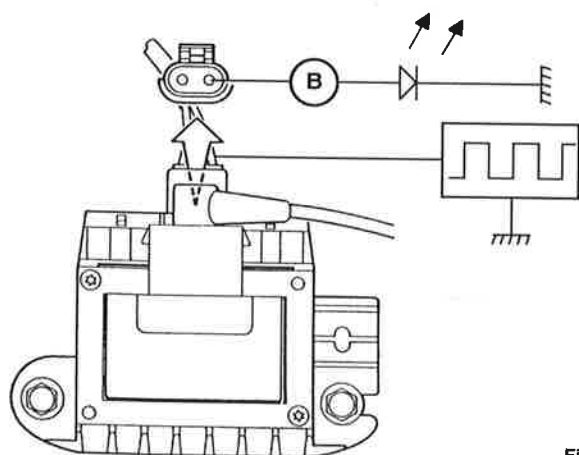

Fig. 3
### 3) Contrôle du signal de commande (Fig. 3)
- Brancher une lampe témoin à diodes sur la borne (B) et actionner le démarreur ; la lampe à diode doit clignoter (Fig. 3) (un contrôle du signal carré peut également être fait au moyen d'un oscilloscope, sur la borne (B), connecteur branché).